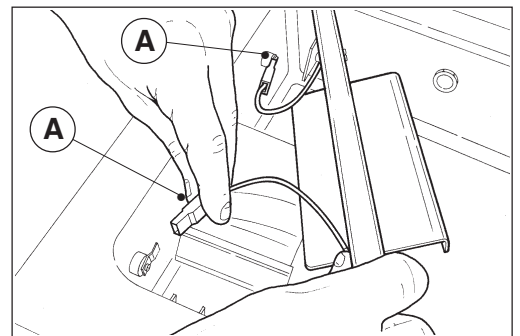

Fig. 1
- 2) Desconectar los dos hilos de la barra soldadora (A, Fig. 1).